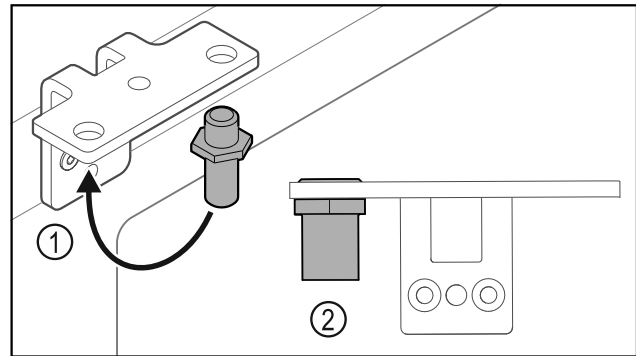

Fig. 30
- ▶ Sett om bolten Fig. 30 (1) i hengselvinkelen.
- ▶ Trekk til bolten Fig. 30 (2) med **et tiltrekkingsmoment på 12 Nm**.